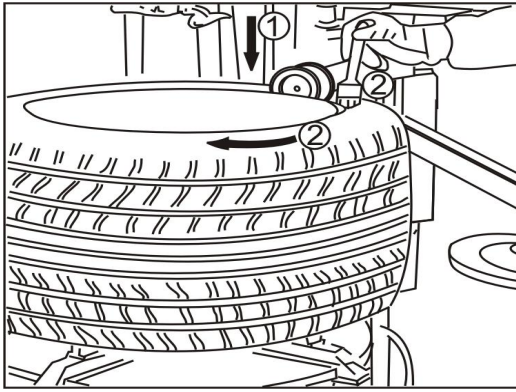

Fig.21
- Ziehen Sie die Rolle so, dass sie eng neben dem Felgenrand liegt. Drücken Sie den Steuerhebel, um die Rolle 3-5cm nach unten zu bewegen, drücken Sie das Pedal „+“, um den Drehteller im Uhrzeigersinn zu drehen und schmieren Sie dabei den Reifenrand mit dem Pinsel (Fig.21).